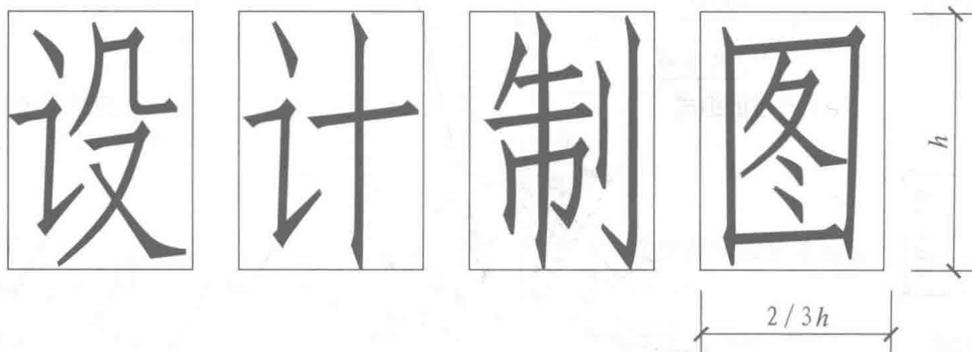

图1-8 长仿宋体字
(2) 字体 一般标注所用的字体推荐采用仿宋字, 标题所用的字体可用楷体、隶书、黑体字等。
(3) 字的大小 标注的文字高度要适中。同一类型的文字要采用同一大小的字。较大的字用于较概括性的说明内容, 较小的字用于较细致的说明内容。字体及大小的搭配注意体现层次感(图1-8、表1-4)。